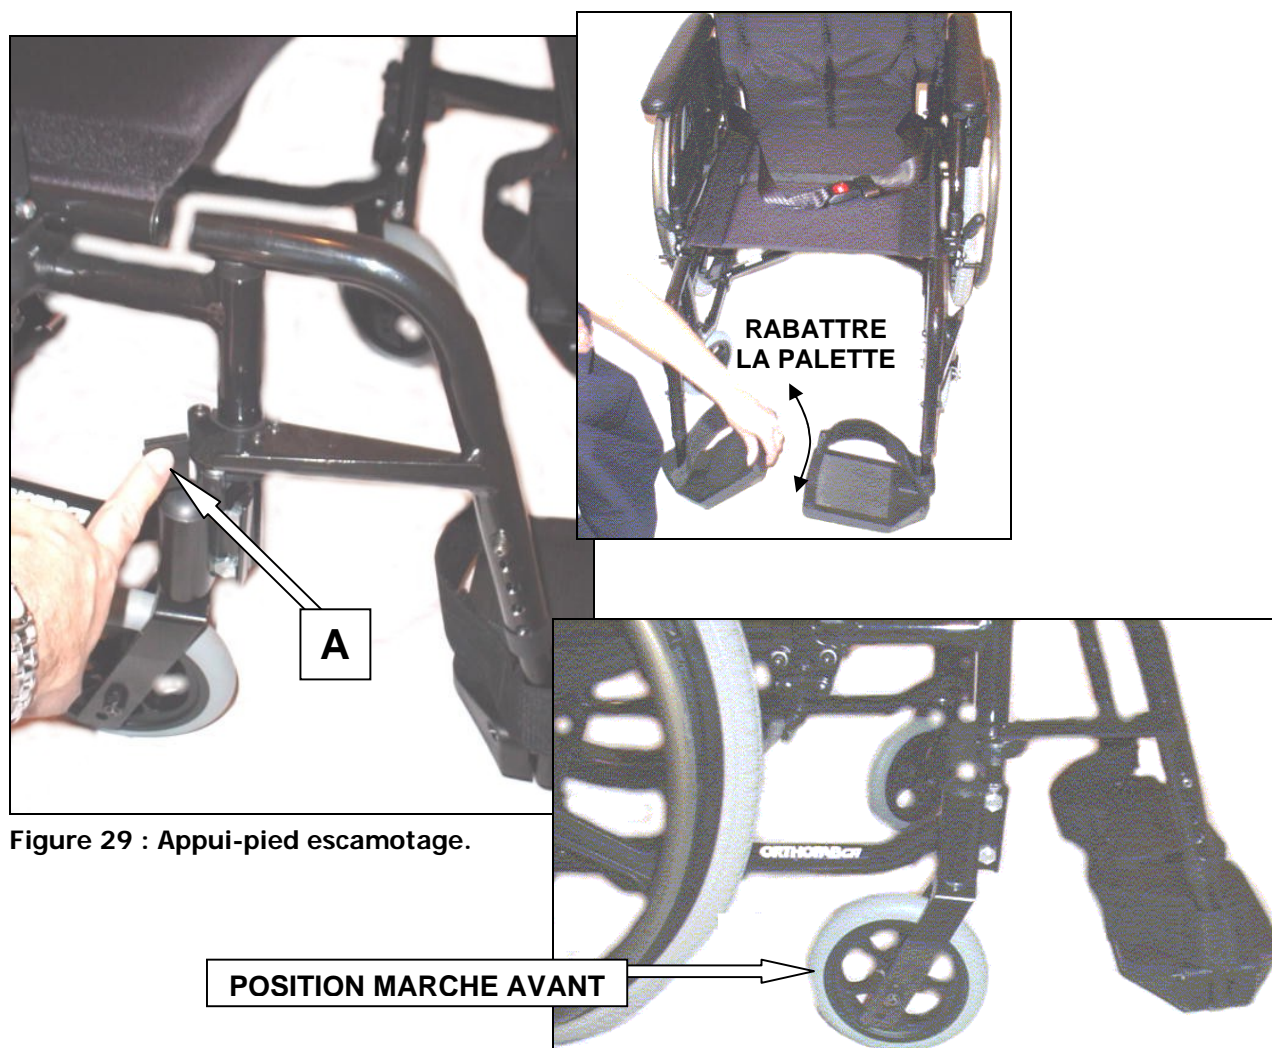

Figure 29 : Appui-pied escamotage.
2. Puis en exerçant une pression sur le déclencheur manette (A), l'appui-pied pivotera de lui-même (voir; figure 29) ;